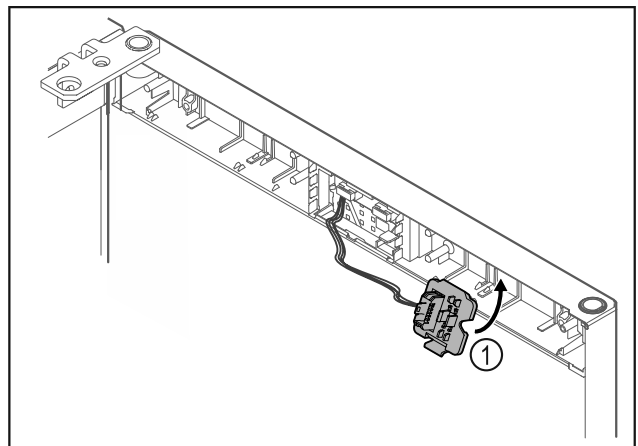

Fig. 25
- ▶ Фиксирайте държача на щекера Fig. 25 (1) от противоположната страна.